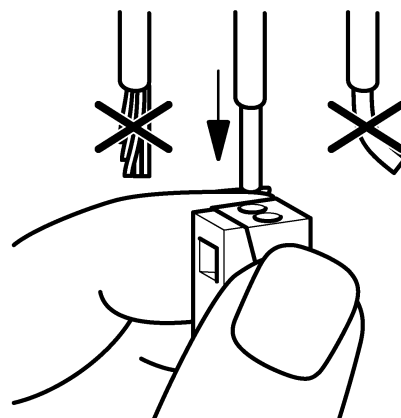

Figura 10: Collegamento del conduttore rigido
- Inserire il conduttore rigido fino al fermo in un'apertura tonda sul lato dell'installazione (figura 10).